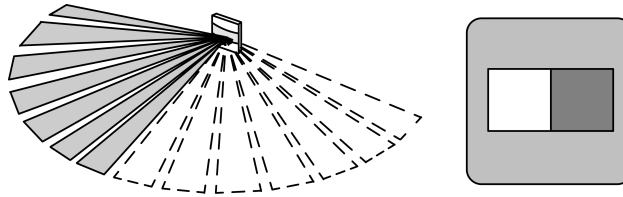

Imagen 12: Limitación del campo de detección
Si fuera necesario puede limitarse el campo de detección (Imagen 12).
- Montar la pantalla (Imagen 12). Ángulo de detección aprox. 90°.